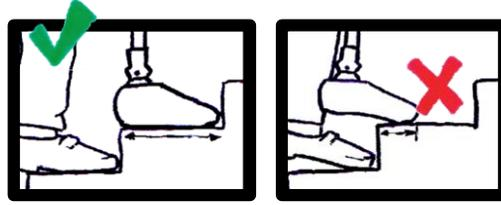

図1 階段昇降時の注意
- ・ 階段昇降時にはつま先だけの接地ではなく、足部全体で接地するようにしてください(図1参照)。